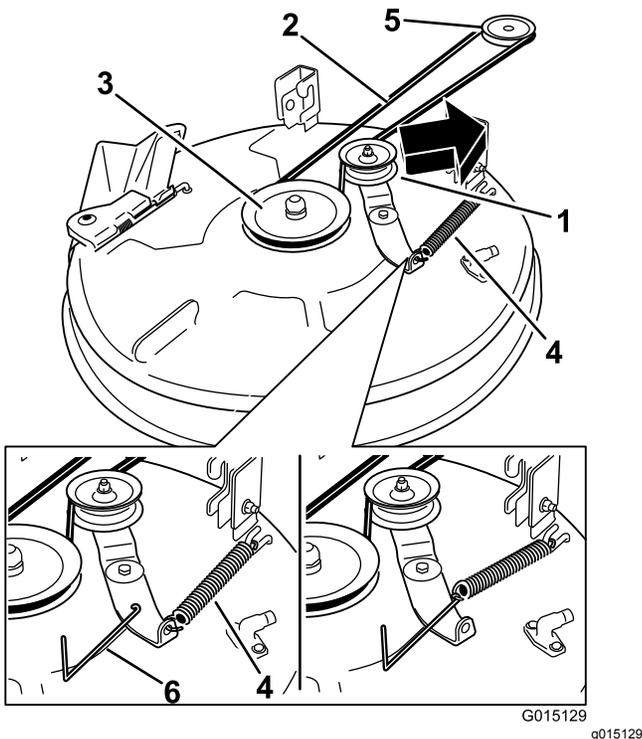

Figure 43
4. À l'aide d'un outil de dépose de ressort (réf. Toro 92-5771), décrochez le ressort du crochet situé sur le tablier pour détendre la poulie de tension et déchaussez la courroie des poulies (Figure 43).
5. Acheminez la courroie neuve autour de la poulie du moteur et des poulies du tablier de coupe (Figure 43).
6. À l'aide d'un outil de dépose de ressort (réf. Toro 92-5771), accrochez le ressort au crochet situé sur le tablier, afin d'exercer une tension sur la poulie de tension et la courroie du tablier de coupe (Figure 43).